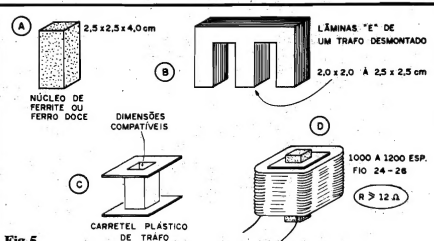
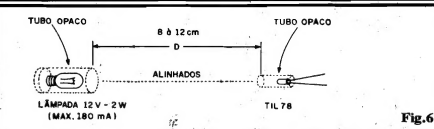

Fig. 5
Fig. 6
- FIG. 5 - O (IMPORTANTE) ELETRÓ-IMÃ - Detalhes para a confecção do importante eletro-ímã, são mostrados no diagrama... Conforme já foi "insinuado" na LISTA DE PEÇAS, existem duas possibilidades práticas para a realização desse eletro-ímã (cuja "força" se contrapõe à da gravidade...). Um núcleo de ferrite (ou ferro doce), com medidas de 2,5 x 2,5 x 4,0 cm. (aceitam-se pequenas variações em tais medidas, sem problemas...) ou um formado pelo aproveitamento do conjunto de lâminas de ferro-silício formado "E", retiradas de um transformador desmontado, desde que o bloco central (a "perna" do meio, no "E"...), com as lâminas bem prensadas, assumam medidas de 2,0 x 2,0 cm. até 2,5 x 2,5 cm. (o comprimento dessa "perna central" não é tão importante, mas por razões práticas deve ficar entre 3,0 e 4,5 cm.). Para que a bobina do eletro-ímã possa ser confortavelmente confeccionada e fixada em torno do seu núcleo, recomenda-se o uso de um carretel apropriado, com dimensões compatíveis (eventualmente poderá ser reaproveitado do mesmo trafo que foi desmantelado para remoção/aproveitamento das placas "E" já mencionadas...). ou seja, cujo "buraco" quadrangular mostre medidas pouca coisa superiores às do núcleo, facilitando o respectivo "enfiamento"... O Hobbysta imaginativo poderá recorrer a inúmeras fontes, na aquisição das partes necessárias à confecção do eletro-ímã, incluindo Lojas de "sucatas", que está proliferando por aí... Tanto os núcleos quanto o próprio carretel (e também o fio de cobre esmaltado necessário) poderão ainda ser obtidos em Lojas de componentes, ou mesmo em pequenas fábricas de transformadores, que eventualmente comercializam tais peças "no picado"... O enrolamento da bobina, em si, exigirá de 1000 a 1200 espiras do fio de cobre esmaltado nº 24 a 26, distribuídas camada por camada ao longo da largura e da altura do carretel, de modo a ocupar todo o
- FIG. 6 - O FEIXE ÓPTICO (E SEU ALINHAMENTO...) - Antes de detalharmos a construção do "monstro" anti-gravitacional, é importante enfatizarmos que o feixe óptico (em luz visível, emitida pela lâmpada) deverá - no arranjo final - ficar perfeitamente alinhado, guardando posição e "distância" bastante precisas, conforme sugere o diagrama da figura 6. Tanto a lâmpada (esta deve ser pequena, do tamanho "piloto") quanto o foto-transistor deverão ser entubados em pequenos cilindros de material opaco, dotados de uma única abertura frontal... Na disposição mecânica da MAG, os dois tubos (um com a lâmpada, outro com o TIL78) deverão rigorosamente "olhar" um para o outro em condição de rigoroso alinhamento horizontal, guardando um afastamento (D) entre 8 e 12 cm. (idealmente em torno de 10cm.).
sucesso das experiências e "manifestações" de "anti-gravidade"... Assim, recomendamos que o Leitor/Hobbysta siga com muita atenção o diagrama da fig. 7. O circuito em si poderá ser acondicionado num caixa não muito pequena, preferivelmente larga e baixa, dotada de pés de borracha para boa estabilidade. Nessa caixa/base devem estar o interruptor geral e a saída para o "rabicho" (cabo de força com plugue C.A. na ponta). Sobre a caixa deverá ser fixada uma estrutura em forma de "J" invertido (de cabeça pra baixo...), cuja altura total pode situar-se em torno de 20 a 25 cm. Observar as posições ocupadas pelo eletro-ímã (construído de acordo com a fig. 5), foto-transistor e lâmpada (entubados e alinhados de acordo com a fig. 6), devendo ainda o Leitor/Hobbysta notar que a largura do "J" invertido é parametrizada pelo próprio distanciamento recomendado entre o emissor e o receptor do feixe óptico, conforme também indicado na fig. 6. Outro ponto importante: a distância entre a base do núcleo do eletro-ímã e a linha imaginária que vai do foto-transistor à lâmpada, deve restringir-se a 1 ou 2 cm. (no máximo cerca de 2,5 cm.) para garantir uma poderosa força magnética sobre o objeto que fluirá... Lembrar que a força magnética "decai" com o quadrado da distância, de modo que, se "dobrado" o afastamento, a força será reduzida por um fator de 4, e assim por diante... O material a ser usado na estrutura da "torre de Babel"